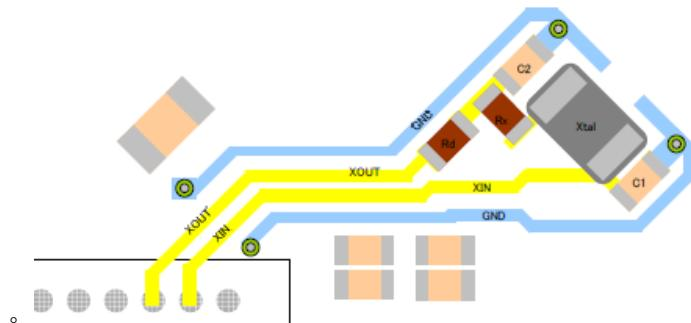

图5-20
32. 768KHz晶体包地处理，第二层参考地平面，尽量不要走其它数据线以免对时钟造成干扰，如图5-20。